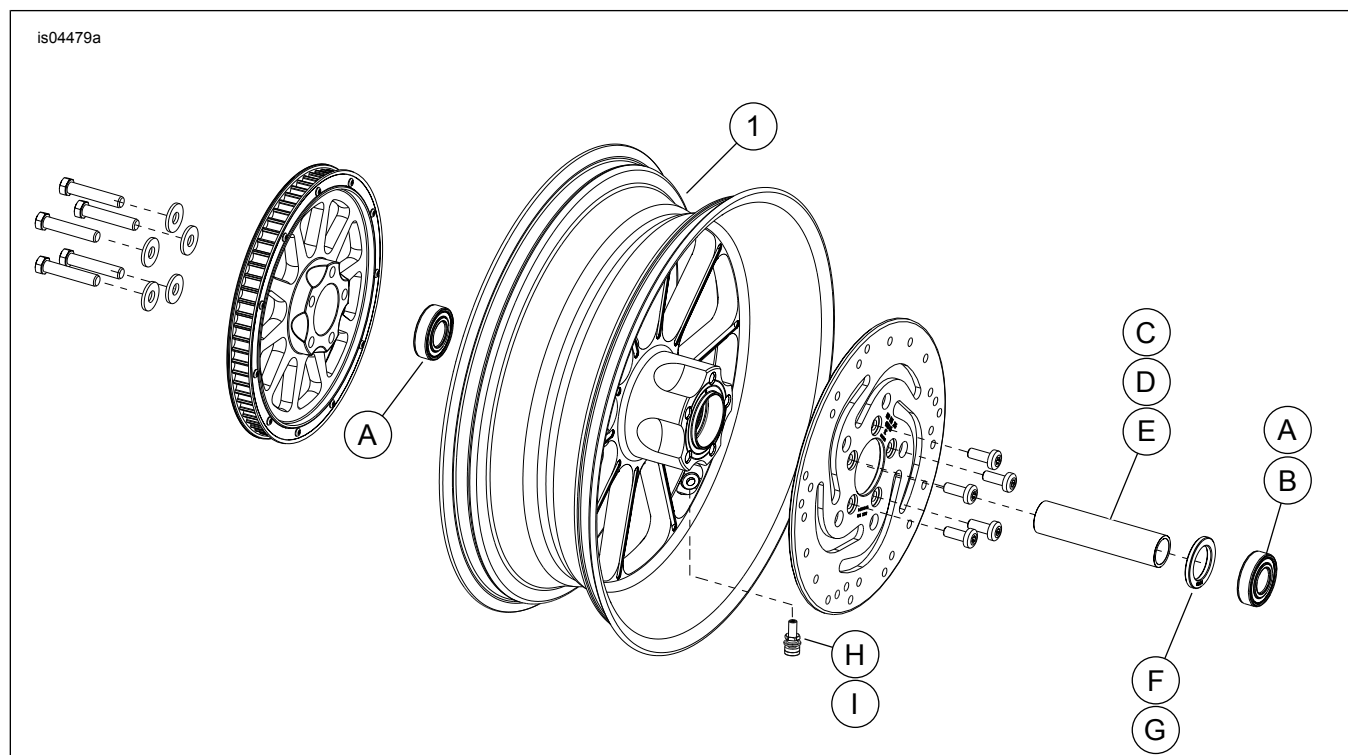

Figure 1. Pièces de rechange : Roues arrière Revolver (17 pouces illustrée)
Voir Figure 1 et Tableau 2.
2. Voir Figure 1. Poser l'ensemble de tige de valve (H ou I) sur la roue. Voir PNEUS dans le manuel d'entretien.